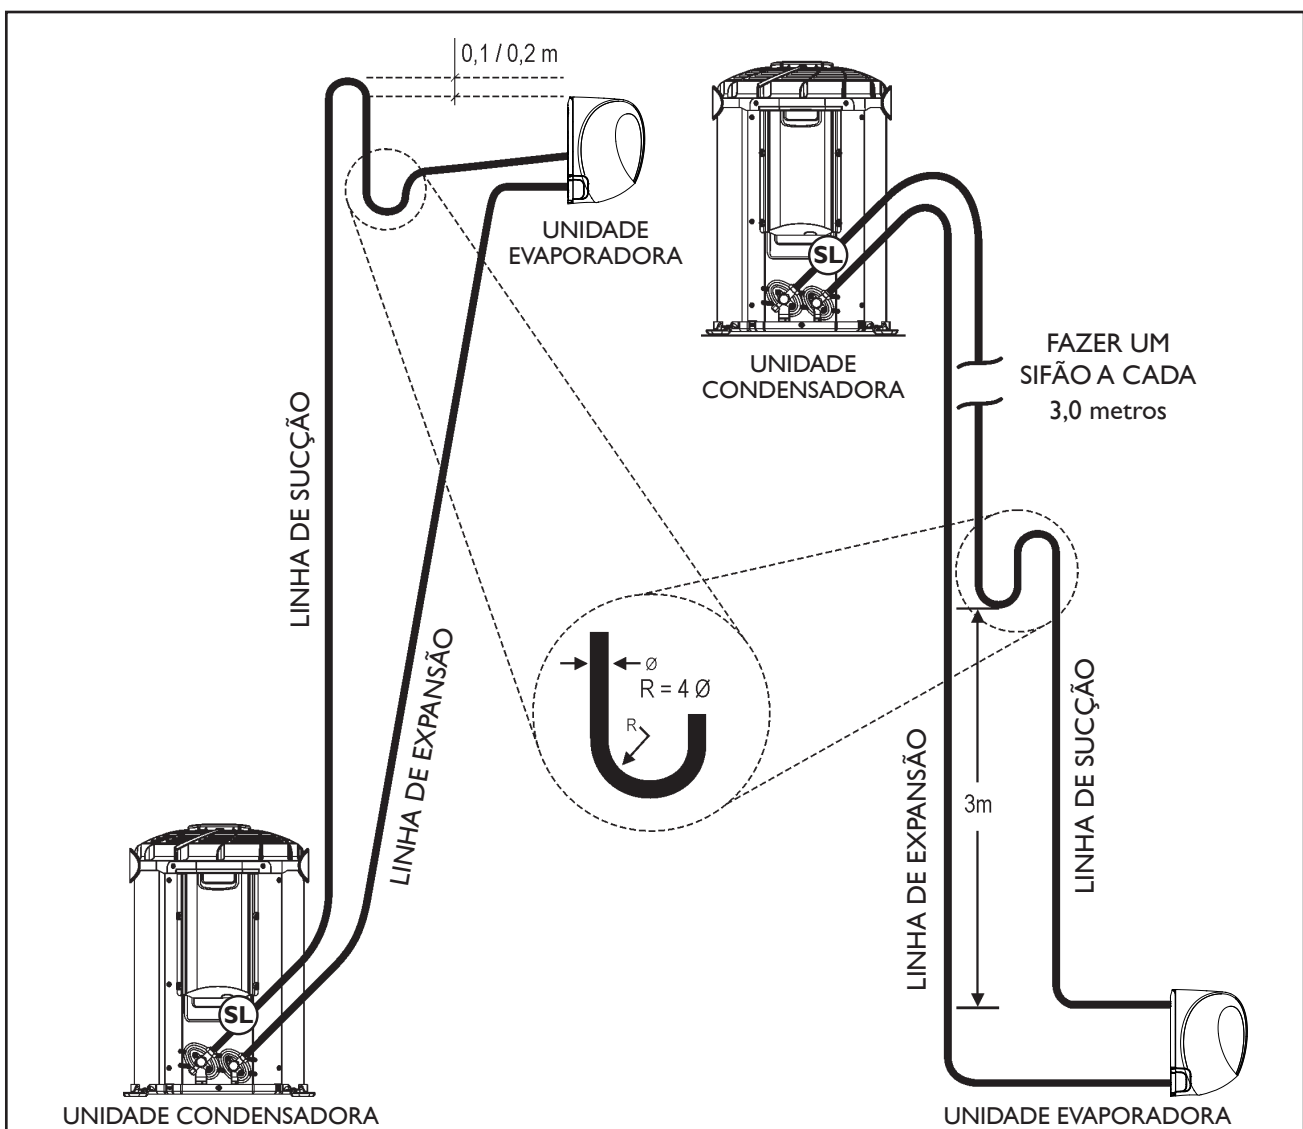

FIG. 21 - INSTALAÇÃO LINHAS DE INTERLIGAÇÃO
- 1º Elevar a linha de sucção acima da unidade evaporadora antes de ir para a unidade condensadora (0,1m para modelos 38K\_09 e 12 e 0,2m para 38K\_18 e 38K\_22), quando a evaporadora estiver acima ou no mesmo nível da condensadora. (Fig. 21)
- 2° Fazer sifões nas subidas da linha de sucção a **cada 3,0 m** para os modelos, incluindo a base (saída da evaporadora). Caso o desnível seja menor que 3m faça apenas na base. (Fig. 21)